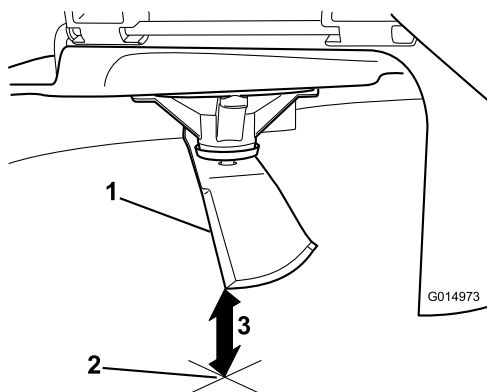

Figura 67
5. Misurate dalla punta della lama alla superficie piana (Figura 67).